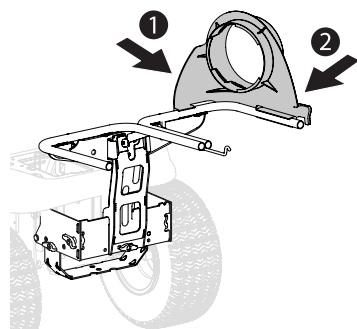

Figura 11
1. Coloque a presión el soporte del canal superior (731-17091) en su lugar primero cortando la porción lateral hacia el riel de soporte de la embolsadora (1) como se indica en la Figura 11.
2. Coloque a presión el lado delantero del soporte del canal superior al riel (2), como se muestra en la Figura 11.